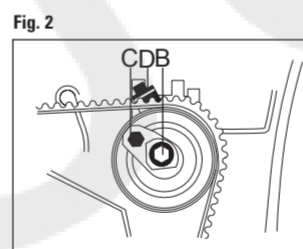

Fig. 2
- FIGURE 2 Desserrez le boulon de blocage B, tourner dans le sens des aiguilles de la montre le tendeur de courroie sur l'excentrique de réglage C, aligner l'indicateur D dans la zone de contrôle, serrer ensuite le boulon de blocage B. Tension à la température de -20° C.